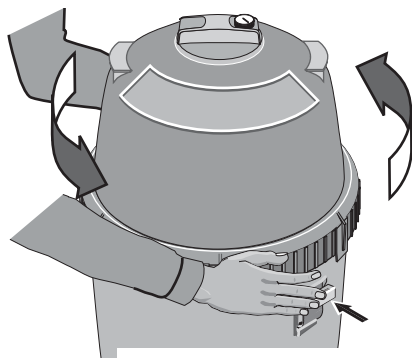

Figure 4 – Appuyer sur le verrou de sécurité pour dévisser la bague Posi-Lok^{MD}.
- a. Pour dégager le verrou de sécurité (qui se trouve sous la bague), le pousser vers le réservoir. (Voir la Figure 4.)